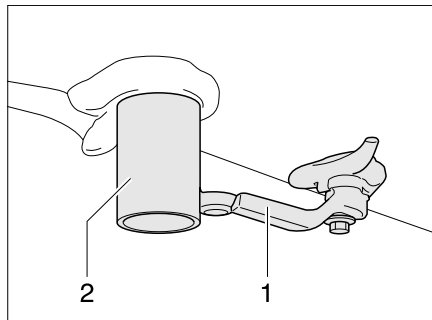

Bild 147 Abwasser-Ablaufstutzen und Ablasshahn
- Geeigneten Auffangbehälter unter den Abwasser-Ablaufstutzen (Bild 147,2) stellen oder das Fahrzeug mit dem Ablaufstutzen über eine speziell dafür ausgewiesene Entsorgungsmöglichkeit stellen.
- Den Ablasshahn (Bild 147,1) öffnen. Das Abwasser läuft ab.